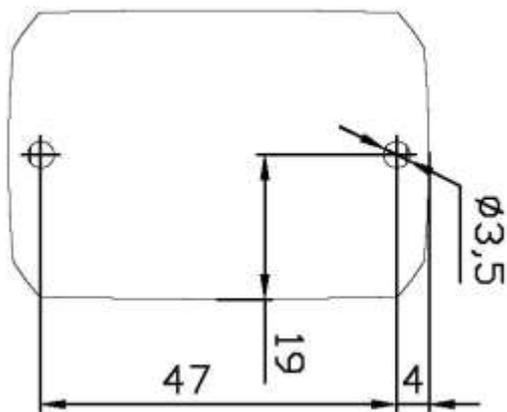

Рисунок 9. Шаблон для монтажа
- 3.2 Приложите к стене шаблон для монтажа (рис. 9) и просверлите отверстие.